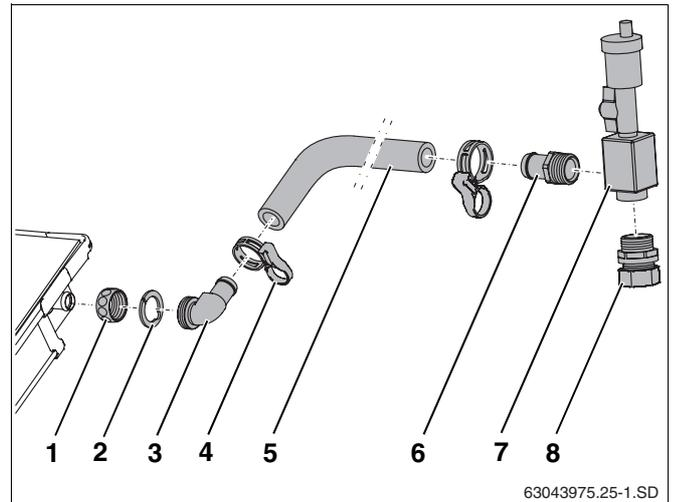

Abb. 38 Solarschlauch an Vorlaufanschluss montieren
- Überwurfmutter (Abb. 38, **Pos. 1**) über Kollektoranschlüsse schieben.
- Klemmscheibe (Abb. 38, **Pos. 2**) hinter die Wulst des Kollektoranschlusses legen und zusammen drücken.
- Winkeltülle mit O-Ring (Abb. 38, **Pos. 3**) ausrichten und mit Überwurfmutter verschrauben.
- Langen Solarschlauch (1000 mm, Abb. 38, **Pos. 5**) auf die Winkeltülle aufschieben und mit Federbandschelle (Abb. 38, **Pos. 4**) fixieren.
- Schlauchtülle R $\frac{3}{4}$ mit O-Ring (Abb. 38, **Pos. 6**) und Doppelnippel mit O-Ring (Abb. 38, **Pos. 8**) in den Lufttopf (Abb. 38, **Pos. 7**) einschrauben.
- Schlauchtülle (Abb. 38, **Pos. 6**) bis zum Anschlag auf den Solarschlauch stecken und mit Federbandschelle fixieren.
- Sammelleitung an die Klemmringverschraubung (Abb. 38, **Pos. 8**) anschließen.